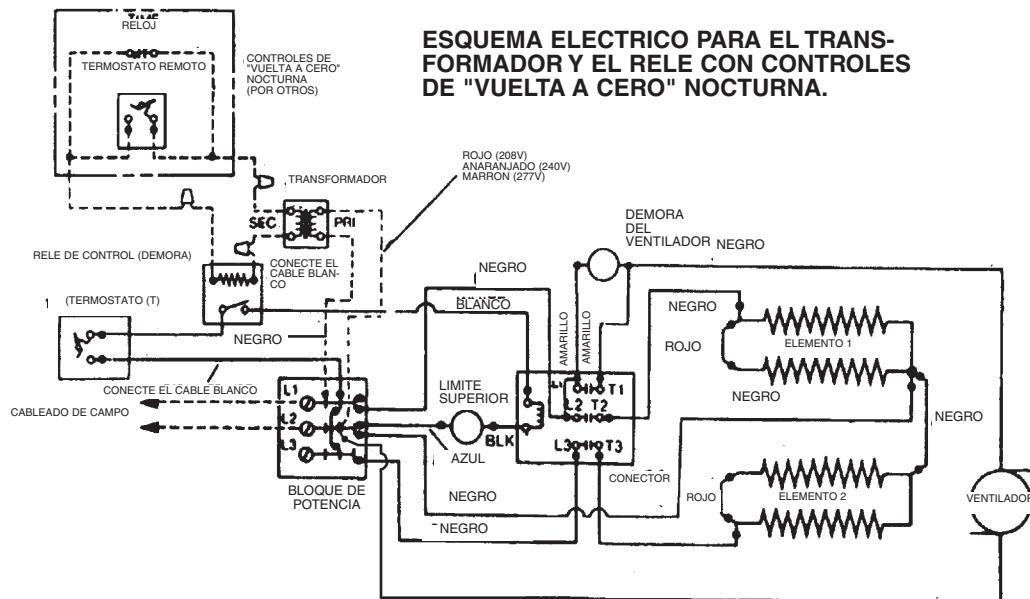

Figura 9
- Para una operación de "vuelta a cero" nocturna, refiérase al esquema eléctrico, Figura 9.